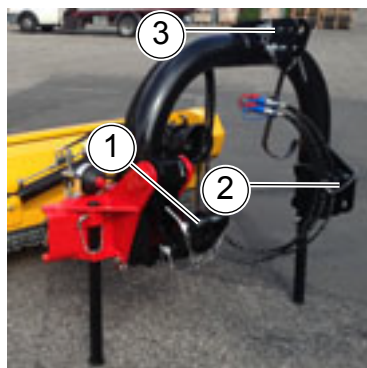

Fig.31
- Baixar o elevador. Ajustar a altura do elevador à altura dos elos inferiores (1, 2, "Fig. 31").
- Ligar o elevador do trator às duas conexões inferiores da máquina (1, 2, "Fig. 31"). Fechar os pinos com as cavilhas de segurança.
- Ligar o tirante do elevador do trator à conexão de terceiro ponto (3, "Fig. 31"). Fechar os pinos com as cavilhas de segurança.
- Adattare l'altezza del sollevatore all'altezza degli attacchi inferiori con biella di sicurezza (1, 2, "Fig.31").
- Adjust the height of the lifter to the height of the lower connections with safety rod (1, 2, "Fig.31")
- Adapter la hauteur du soulèvement à la hauteur des attelages inférieurs avec bielle de sécurité (1, 2, "Fig.31")
- Stellen Sie die Höhe der Hebebühne bis zu den Anschlägen mit unteren Stange Sicherheit (1,2, "Fig.31")
- Ajuste la altura de elevación a la altura de las conexiones inferiores con varilla de seguridad (1, 2, "Fig.31")
- Ajustar a altura do elevador à altura dos elos inferiores com biela de segurança (1, 2, "Fig.31").